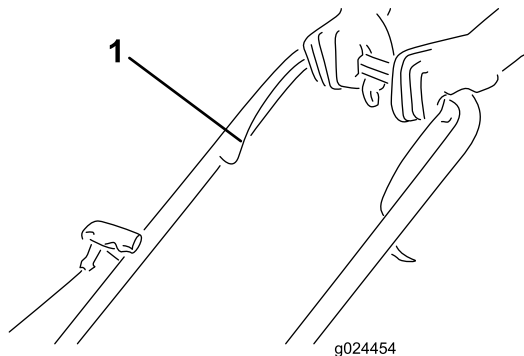

Figure 11
1. Maintenez la barre de commande de la lame contre le guidon (Figure 11).